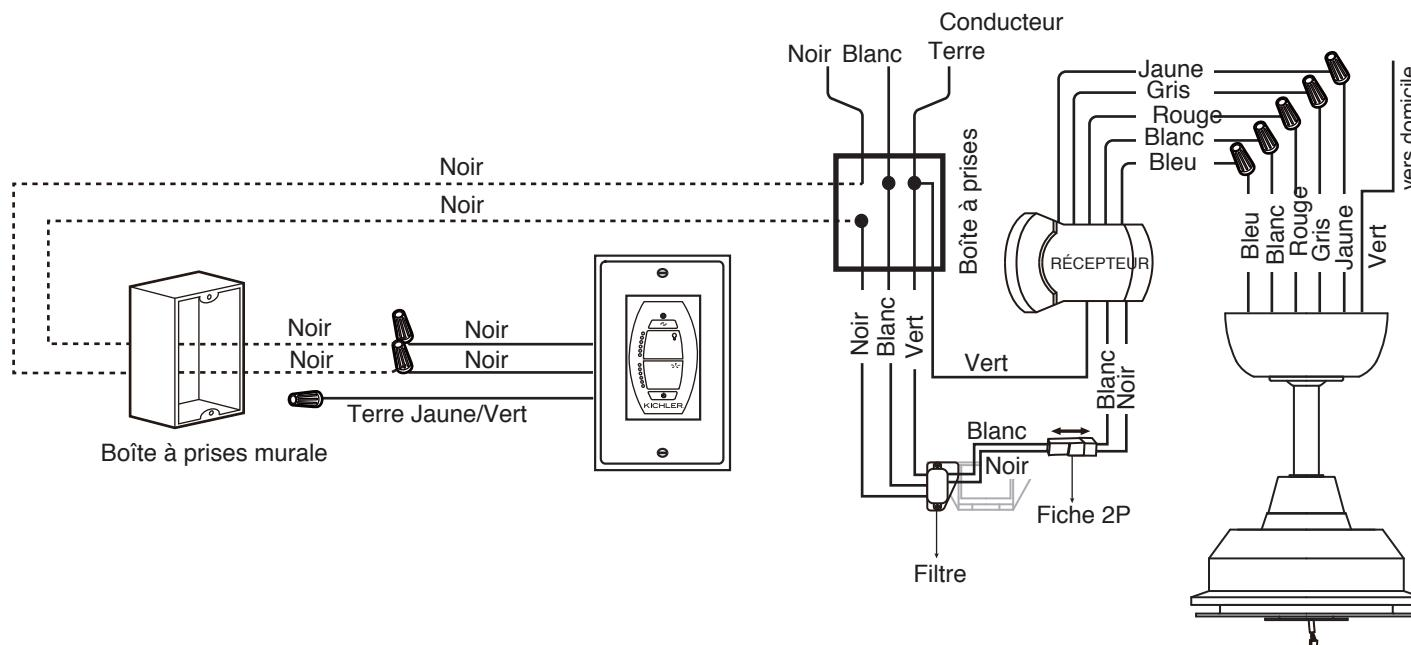

Fig. 13
Effectuer toutes les connexions illustrées sur la Figure 13. Fixer chacune des connexions avec les serre-fils fournis.
Étape 1. Connectez le fil Bleu du ventilateur (moteur) au fil Bleu marqué du récepteur. Acheminez le fil blanc du ventilateur (moteur) au fil Blanc du récepteur. Acheminez le fil Rouge du ventilateur (moteur) au fil Rouge du récepteur. Acheminez le fil Gris du ventilateur (moteur) au fil Gris du récepteur. (Fig. 13)
Étape 1. Enclenchez ensemble les fiches de connexion des fils 2-P du récepteur et du filtre : Noir à Noir, Blanc à Blanc. (Fig. 13)
Étape 1. Acheminez le fil Noir (AU MOTEUR L) de la commande murale au fil Noir de la boîte à prises murale. (Fig. 13)